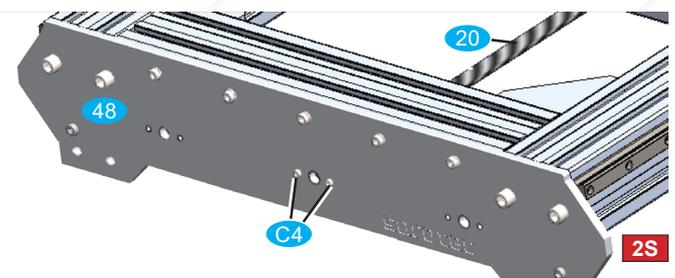

Bild 25: Justierung der X-Spindel (2)
- Portal durch Verdrehen der Kugelumlaufspindel **20** soweit möglich zur Stirnplatte Loslagerseite **48** bewegen (Bild 25).